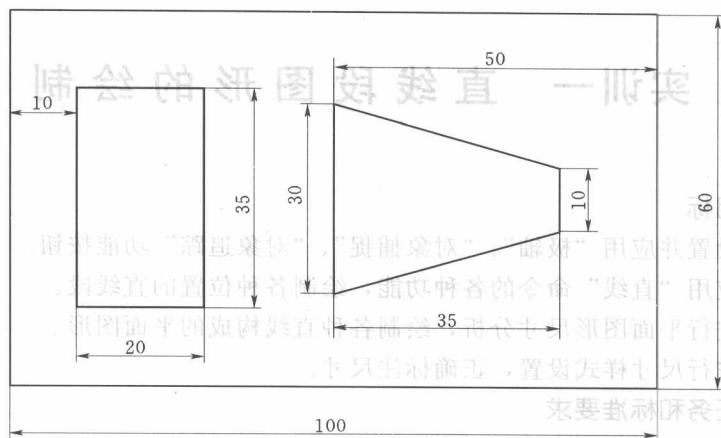

图 1-2 平面图形二
实训任务二：绘制图 1-2 所示平面对称图形。
- (1) 启用“直线”命令完成绘图，不用作图辅助线，反复训练，达到熟练作图，绘图时间不超过 5 分钟。
- (2) 按图 1-2 所示样式进行尺寸标注，熟练标注时间不超过 3 分钟。